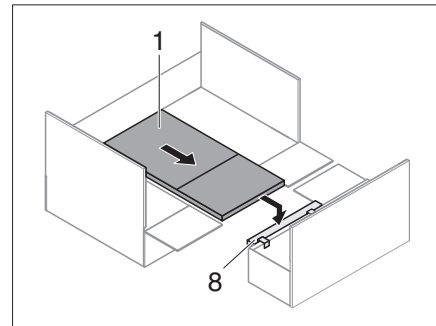

Fig. 221 Table sur support de coffre de banquette
- Accrocher le support de coffre de banquette (Fig. 221,8).
- Tirer la table accrochée (Fig. 221,1) et la positionner sur le support de coffre de banquette accroché (Fig. 221,8).